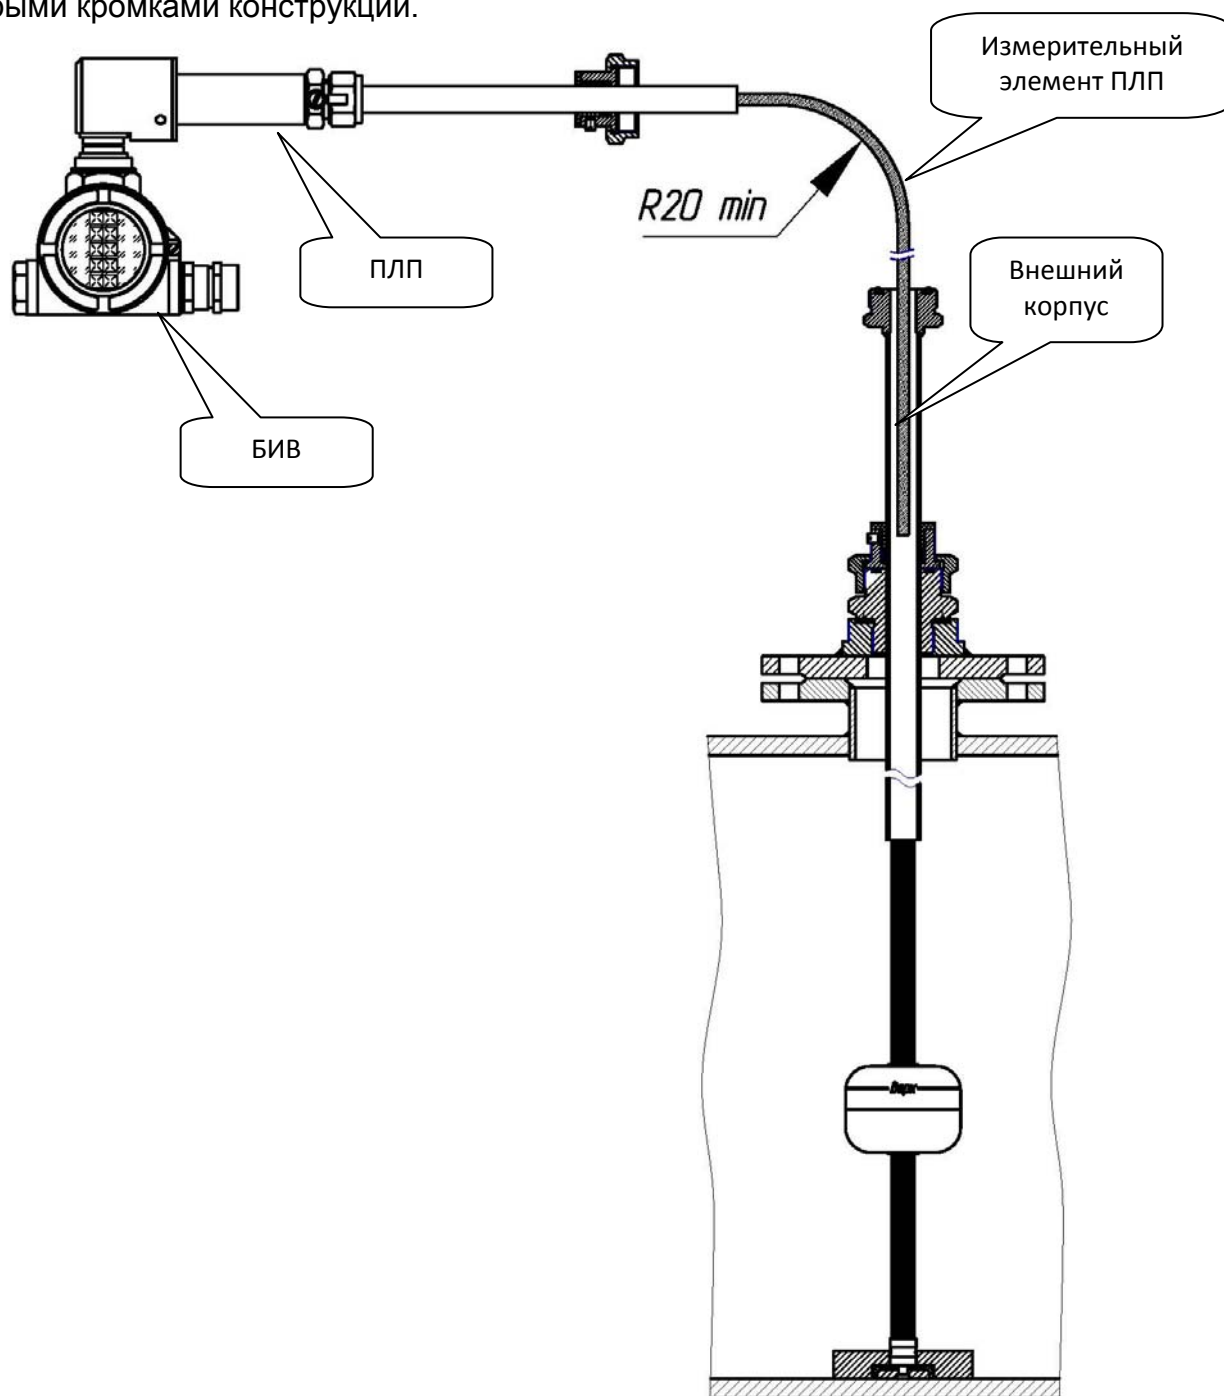

Рисунок 15. Монтаж измерительного элемента ПЛП в сборе в БИВ
3.6.23 Убедитесь, что резиновая уплотнительная прокладка установлена в канавке, расположенной на верхнем торцевом срезе внешнего корпуса. Придерживая бухту со скрученным измерительным элементом, аккуратно вставьте его конец во внешний корпус, смонтированный на резервуаре (рис. 15).